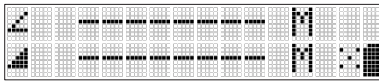

Abb. 6 Manueller Modus horizontal
Der manuelle Modus wird auf dem Display der Fernbedienung durch horizontale Linien neben den Achsensymbolen und dem Buchstaben M angezeigt (siehe Abb. 6) sowie durch die blinkende manuelle LED (d).
**Hinweis:** Die in Abbildung 6 gezeigte Anzeige ist nur über die Fernbedienung RC1402 verfügbar.